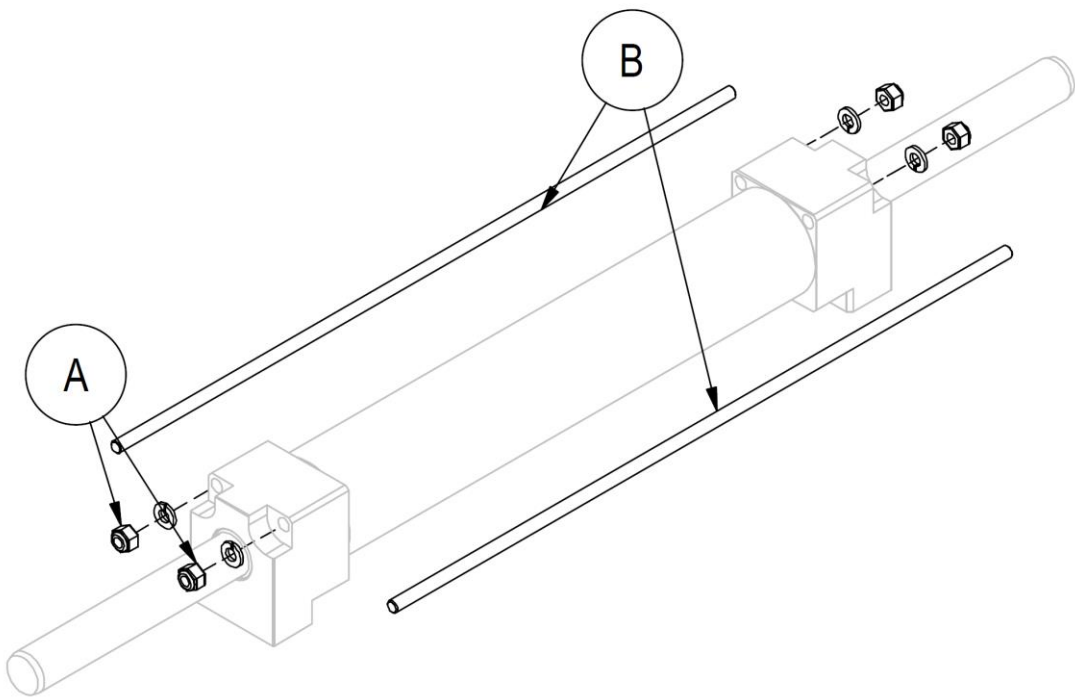

Figura 34
1. Rimuovere i dadi **A** da un'estremità del cilindro e sfilare i tiranti **B** (vedi *Figura 34*).